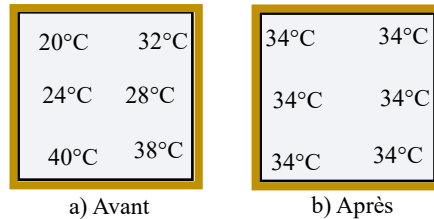

**Figure 1.7** Système fermé atteignant l'équilibre thermique.
| Figure 1.7 Système fermé atteignant l'équilibre thermique.....                                                                                                               | 13 |
- **Température identique partout** → pas d'échange de chaleur (*équilibre thermique*). Par exemple, un système est en équilibre thermique lorsque la température est uniforme dans l'ensemble du système, comme illustré à la Figure 1.7.